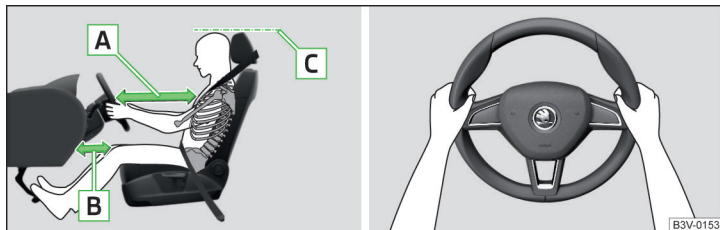

Abb. 2 Richtige Sitzposition des Fahrers / Richtige Lenkradhaltung
- ✓ Bei Fahrzeugen mit Fahrer-Knieairbag den Fahrersitz in Längsrichtung so einstellen, dass der Abstand der Beine zur Schalttafel im Bereich des Knieairbags mindestens 10 cm beträgt » [Abb. 2 - \[B\]](#).
- ✓ Das Lenkrad so einstellen, dass der Abstand zwischen Lenkrad und Brustbein mindestens 25 cm beträgt » [Abb. 2 - \[A\]](#).
- ✓ Die Kopfstütze so einstellen, dass die Oberkante der Kopfstütze sich möglichst auf einer Höhe mit dem oberen Teil Ihres Kopfes befindet (gilt nicht für Sitze mit integrierter Kopfstütze) » [Abb. 2 - \[C\]](#).
- Während der Fahrt das Lenkrad mit beiden Händen seitlich am äußeren Rand in der „9-Uhr“- und „3-Uhr“-Position festhalten » Abb. 2. Niemals das Lenkrad in der „12-Uhr“-Position oder in einer anderen Art und Weise festhalten (z. B. in der Lenkradmitte, am inneren Lenkradrand u. Ä.). Anderenfalls könnte man sich bei der Airbagauslösung schwere Verletzungen an Armen, Händen und Kopf zuziehen.
- ✓ Die Kopfstütze so einstellen, dass die Oberkante der Kopfstütze sich möglichst auf einer Höhe mit dem oberen Teil Ihres Kopfes befindet » Abb. 2 auf Seite 13 - **C** (gilt nicht für Sitze mit integrierter Kopfstütze).
- ✓ Die Kopfstütze so einstellen, dass die Oberkante der Kopfstütze sich möglichst auf einer Höhe mit dem oberen Teil des Kopfes befindet » Abb. 2 auf Seite 13 - **C**.